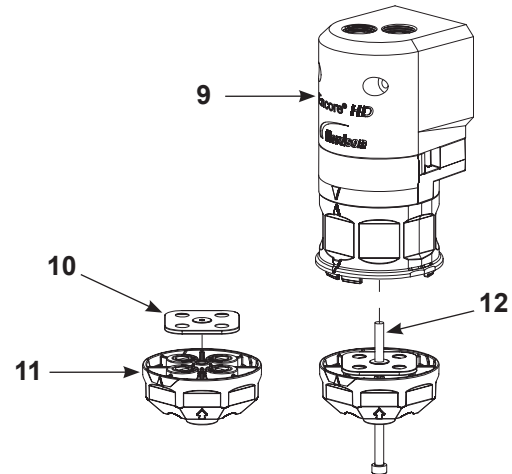

Figura 23 Asamblați garnitura și blocul inferior Y
**NOTĂ:** De fiecare dată când este dezasamblată pompa, garnitura bloc Y (articolul 10 din Figura 23) trebuie înlocuită.
3. Vezi figura 23. Asamblați garnitura (10) peste blocul inferior Y (11), apoi înfiletați șurubul lung (12) prin blocul inferior Y și în carcasa supapei de efilare, blocul superior Y și colectorul de purjare. Strângeți șurubul la 25-30 in.-lb (2,8-3,4 N•m).